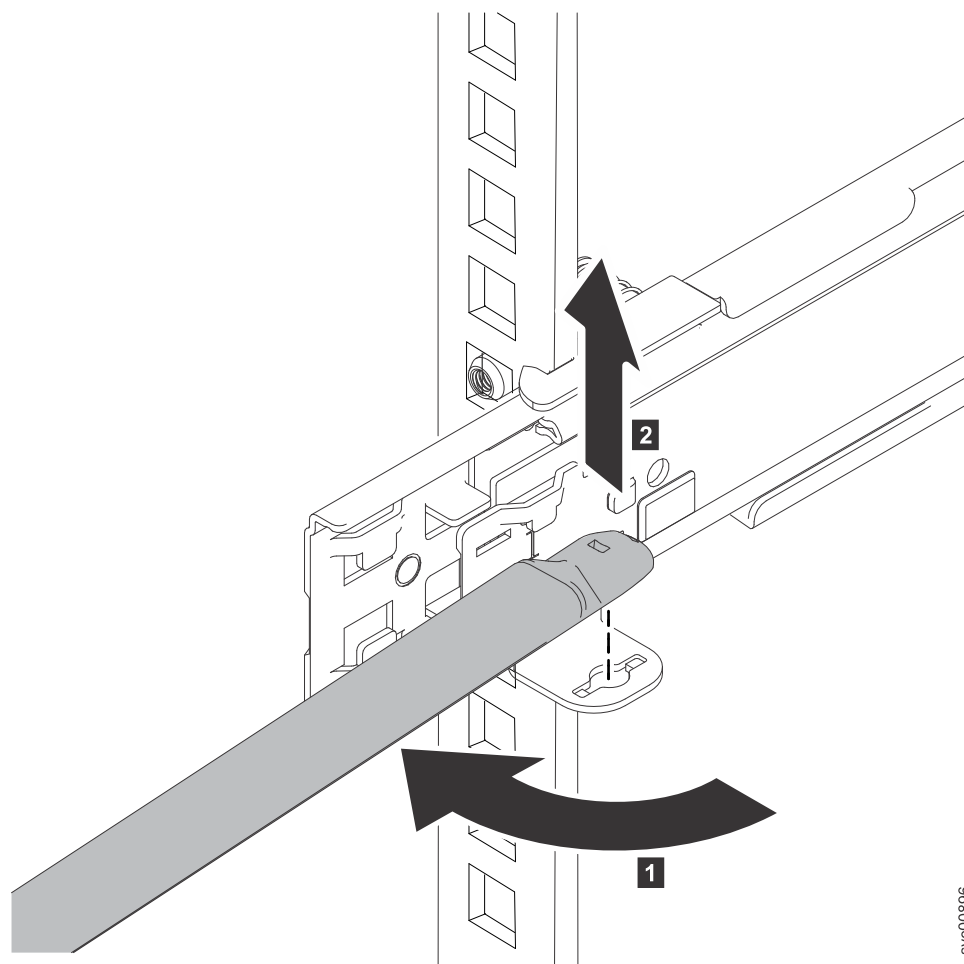

Figura 16. Removendo o suporte para organização de cabos
9. Remova o suporte para organização de cabos no lado posterior esquerdo do nó, conforme mostrado em Figura 16 na página 32.